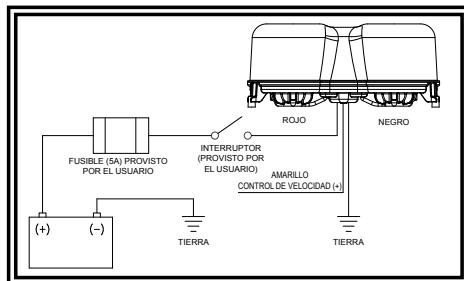

Figura 2
5. Conecte los cables de alimentación como se indica en la sección de cableado (vea la figura 2).
El cableado para esta configuración es el que se muestra en la figura 2 a continuación. Todo el cableado debe ser como mínimo 18 AWG. La línea positiva debe tener un fusible de 5 amperes, según se indica. Se puede utilizar un interruptor para controlar la función de encendido-apagado. Se sugiere pasar el cable de conexión a tierra directamente al terminal negativo de la batería. Se recomienda enrutar el cable verde directamente al terminal negativo de la batería. Para una velocidad de rotación de 120 FPM, conecte solamente el alambre rojo a la potencia (+) y aislé el alambre amarillo. Para una velocidad de rotación de 75 FPM, conecte juntos los alambres rojo y amarillo a la potencia (+).